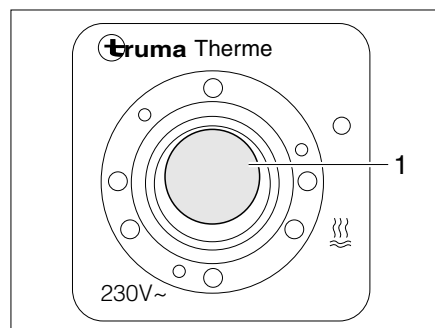

Bild 127 Bedienschalter für Therme
Mit dem Bedienschalter (Bild 127) wird die elektrische Betriebsart eingeschaltet. Die Kontroll-Leuchte (Bild 127,1) im Schalter muss leuchten.
- Bedienschalter (Bild 127) einschalten. Kontroll-Leuchte (Bild 127,1) im Schalter leuchtet.
- Bedienschalter (Bild 127) ausschalten. Kontroll-Leuchte (Bild 127,1) im Schalter erlischt.
- Bedienschalter (Bild 127) ausschalten. Kontroll-Leuchte (Bild 127,1) im Schalter leuchtet nicht.